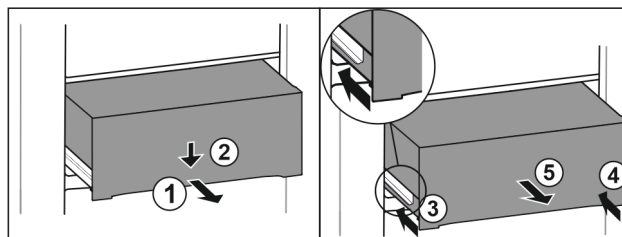

Fig. 144
- ▶ Húzza ki félig a fiókot. Fig. 144 (1)
- ▶ Nyomja le a fiók elülső oldalát. Fig. 144 (2)
- ▶ Tolja be a bal oldali sínt körülbelül 2 cm mértékben. Fig. 144 (3)
- ▶ Tolja be a jobb oldali sínt körülbelül 2 cm mértékben. Fig. 144 (4)
- ▶ Vegye ki a fiókot előre felé. Fig. 144 (5)